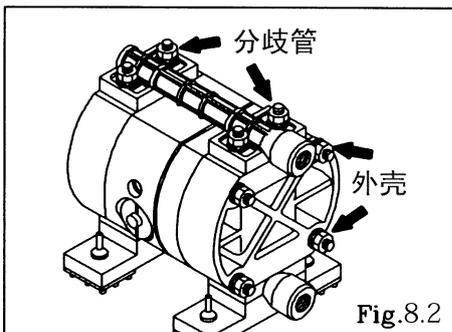

Fig.8.2
- 加固拧紧按照〈外壳〉〈分歧管〉的顺序进行。(Fig.8.2)
(Fig.8.2表示DP-5FPT)